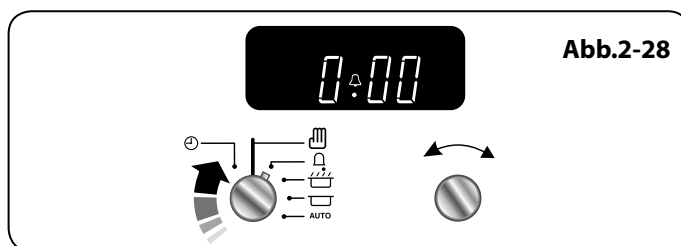

Abb.2-28
Der Uhr wird innen gezeigt (Abb.2-28). Wenn die Uhr zum ersten Mal angeschlossen wird, blinkt die Anzeige abwechselnd (0.00) und (1).